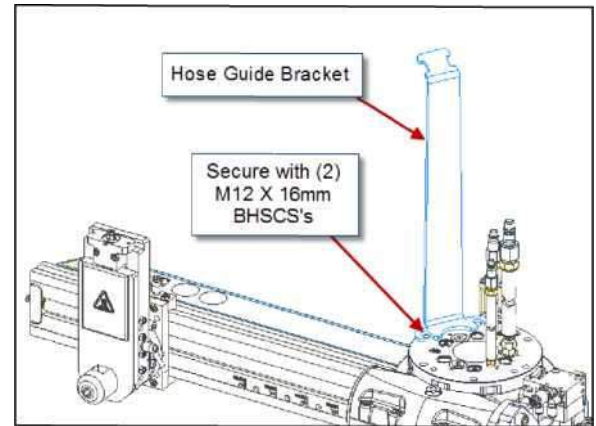

Abbildung 4-1. Detail der Schlauchhalteklammer
- Kontrollieren Sie, dass alle Leitungen, Kabel und Schläuche richtig angeschlossen und von bewegten Teilen entfernt gesichert sind. Im Werkzeugsatz ist eine leichte Klammer mitgeliefert, um die Schläuche wie in Abbildung 4-1 gezeigt zu sichern.